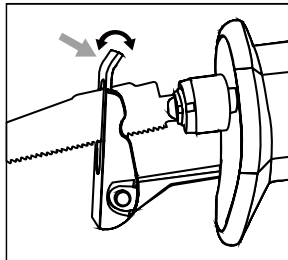

Рис.3
3. Для настройки угла упора опорной пластины нажмите или подтолкните головку опорной пластины (Рис.3)